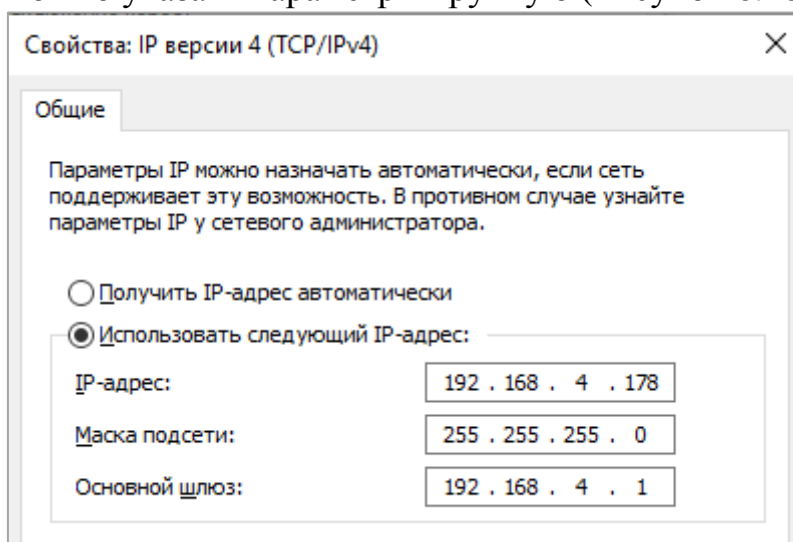

Рисунок 6.26
- Также можно указать параметры вручную (Рисунок 6.26).